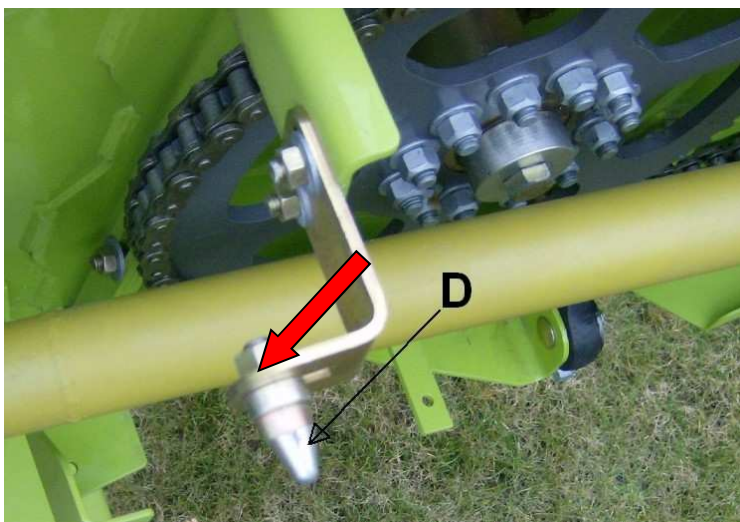

Abb. 34
Den Kegelzapfen (D) vom Verschluss des Schneidwerksseitenschutzes demontieren. Abb. 34